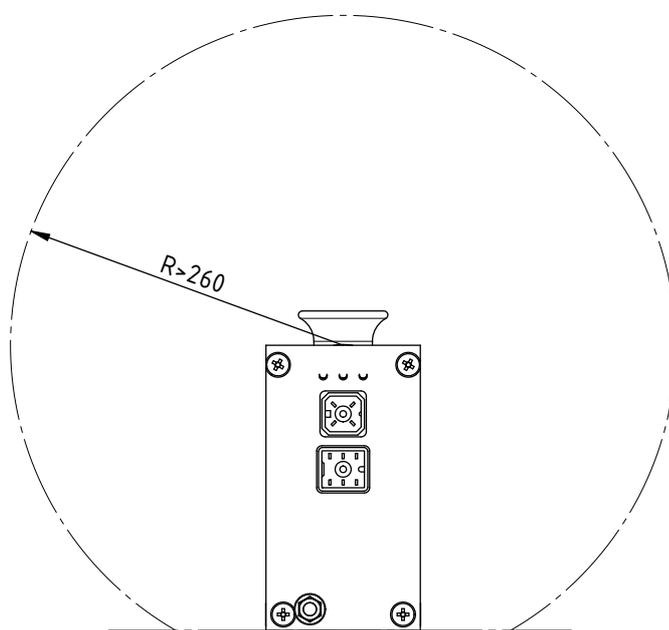

Fig. 4:
- ne doit se trouver aucun objet fait d'un matériau conducteur (reliés à la terre) dans un rayon de 260 mm autour de la disposition des pointes (Fig. 4). Au moins un espace en forme de cylindre, de rayon R égal à la distance séparant l'électrode de la bande de papier, doit être exempt de matériau conducteur (voir chapitre 3.1 "Montage de l'électrode de décharge", page 10).
Il ne doit se trouver aucun objet fait d'un matériau conducteur (reliés à la terre) dans un rayon de 260 mm autour de la disposition des pointes (Fig. 4). Au moins un espace en forme de cylindre, de rayon R égal à la distance séparant l'électrode de la bande de papier, doit être exempt de matériau conducteur (Fig. 4).